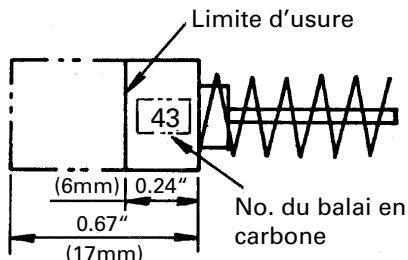

Fig. 6
4. Inspection des balais en carbone (Fig. 6)
REMARQUE : Utiliser le balai en carbone metabo HPT No. 43 indiqué sur la Fig. 6.